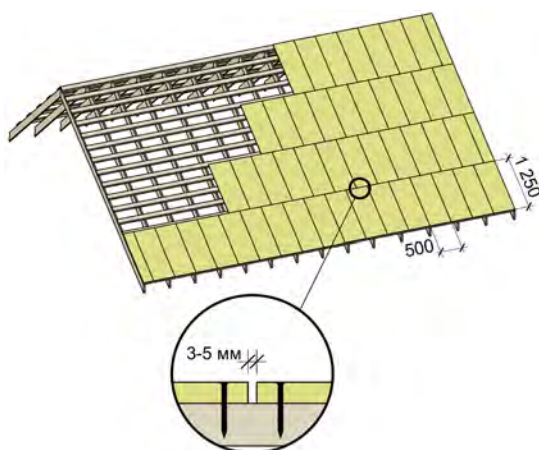

Рис. 5 Укладка сплошного основания из плит ОСП-3 или фанеры ФСФ по обрешётке.
3.1.3 Плиты необходимо разрезать и крепить в разбежку как показано на рис.5.